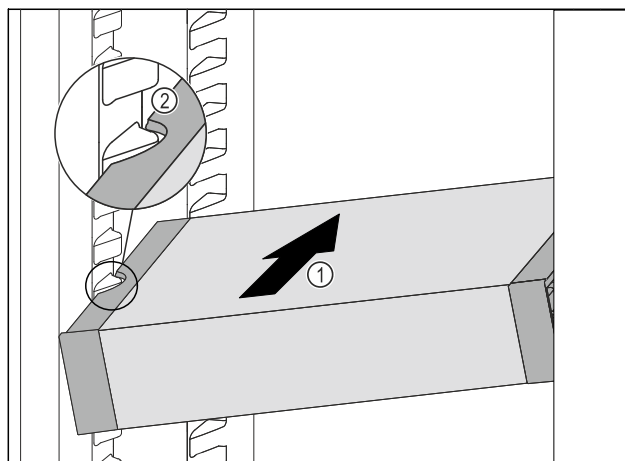

Fig. 190
- ▷ Вдвигайте VarioSafe под наклоном в холодильное отделение Fig. 190 (1), пока боковые выемки Fig. 190 (2) VarioSafe не окажутся на высоте выступа резервуара в холодильном отделении.